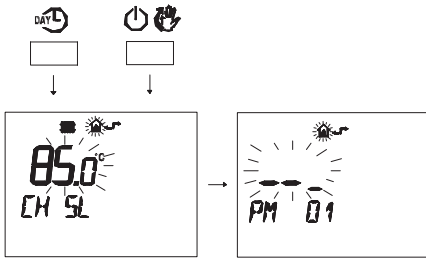

Figura 5.37
- Premere contemporaneamente i pulsanti  e  per entrare nella programmazione trasparente (Figura 5.37).